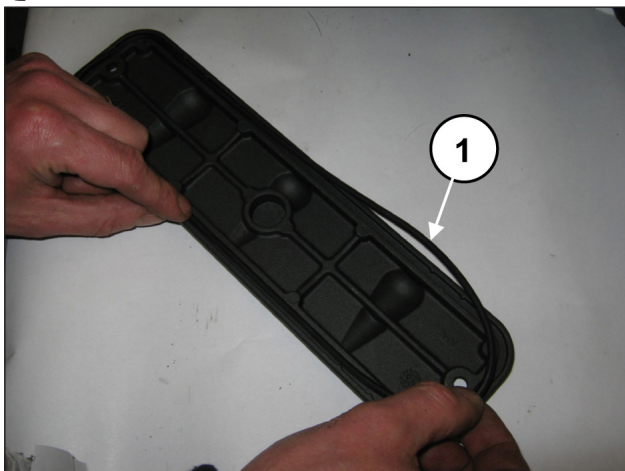
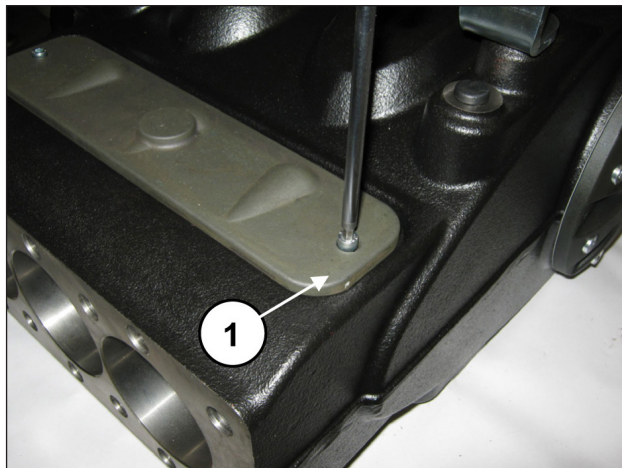

图 97
图 98
用O形圈套在检测盖上（①，图 97），并用2个M6x14螺栓（①，图 98）和2个M6x40螺栓固定。利用扭力扳手调节螺栓，如第3章“螺栓紧固的调节”所述。